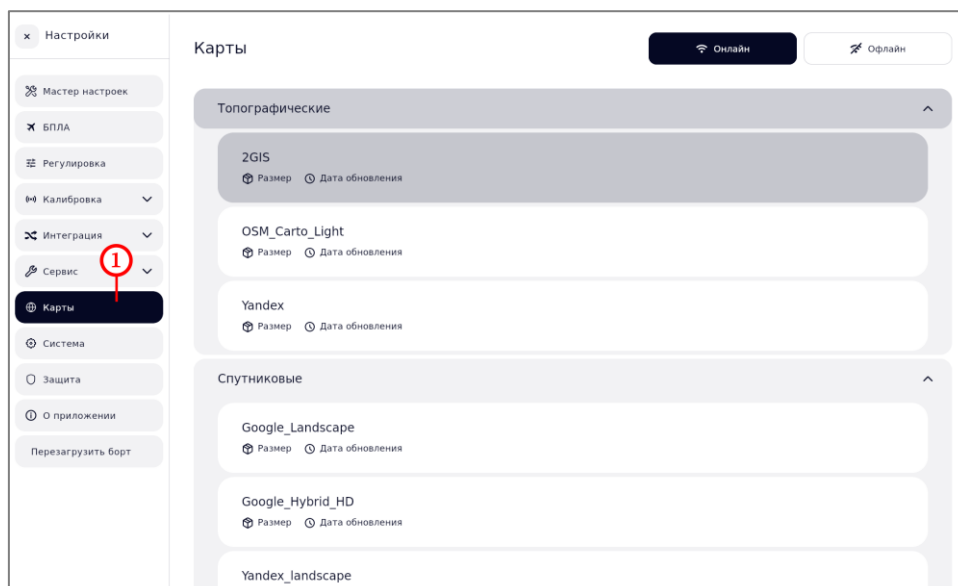

Рисунок 25 – Список доступных карт
- в боковом меню выбрать пункт « Карты» (рисунок 25, шаг 1);
- выбрать требуемую карту из списка (рисунок 25);